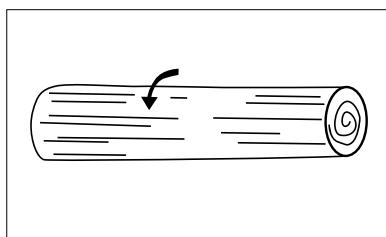

Abb. 20
1. Wenn der Stamm auf den Stützen über die gesamte Länge liegt, führen Sie die Kettenäge von oben nach unten und gleichzeitig beachten Sie, dass sich die Kette in den Boden nicht einsägt (Abb. 20).